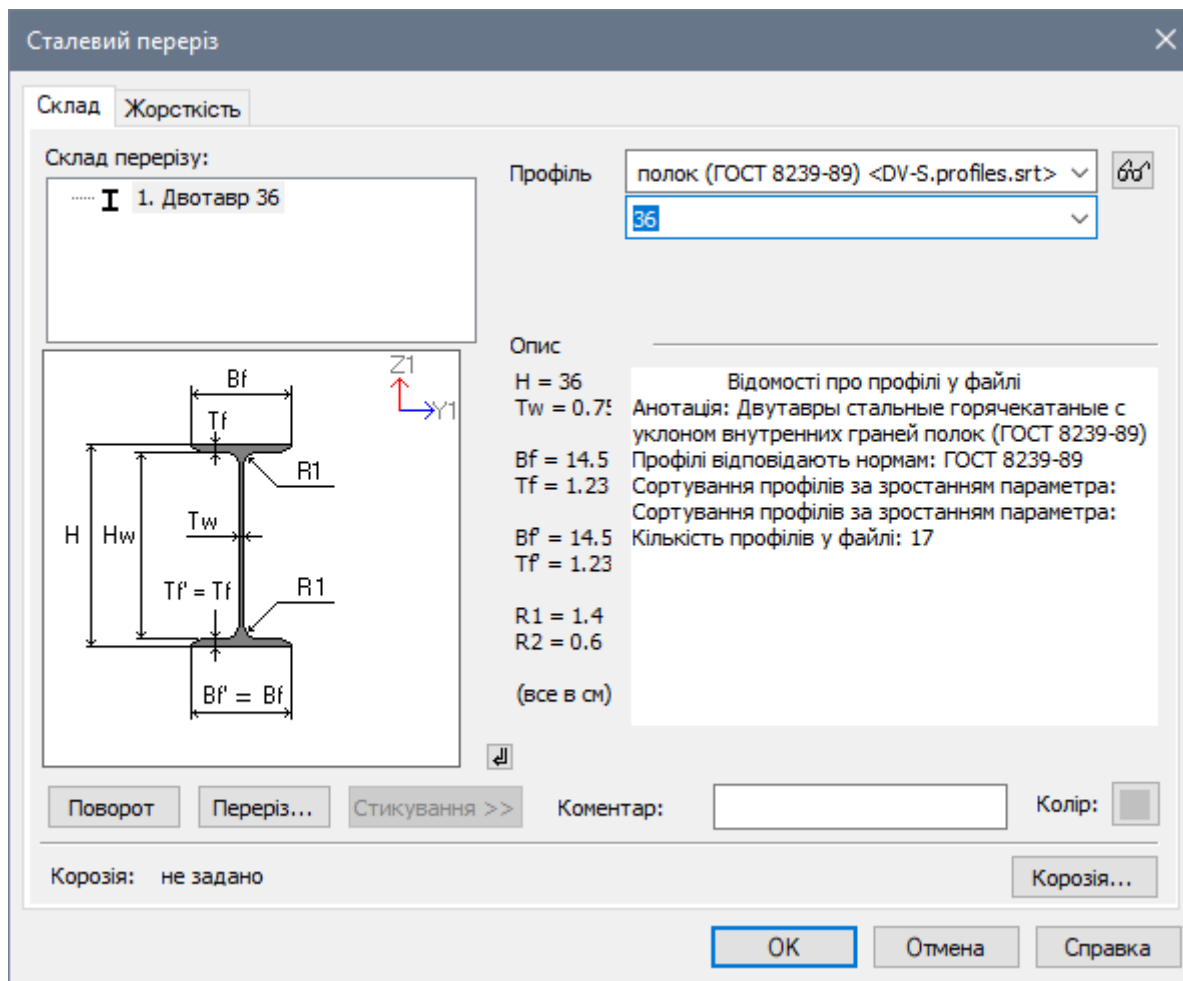

Рис. 3.13. Діалогове вікно Сталевий переріз
- В діалоговому вікні **Сталевий переріз** (рис. 3.13) задайте параметри перерізу **Двотавр**: